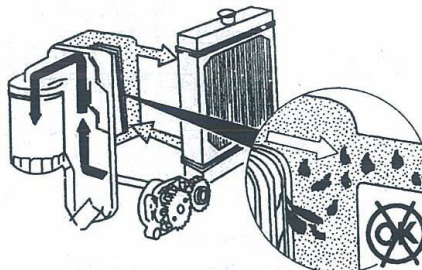

图 1-343 机油冷却器芯断裂造成机油泄漏
3) 机油冷却器芯断裂造成机油进入冷却系统, 见图 1-343。